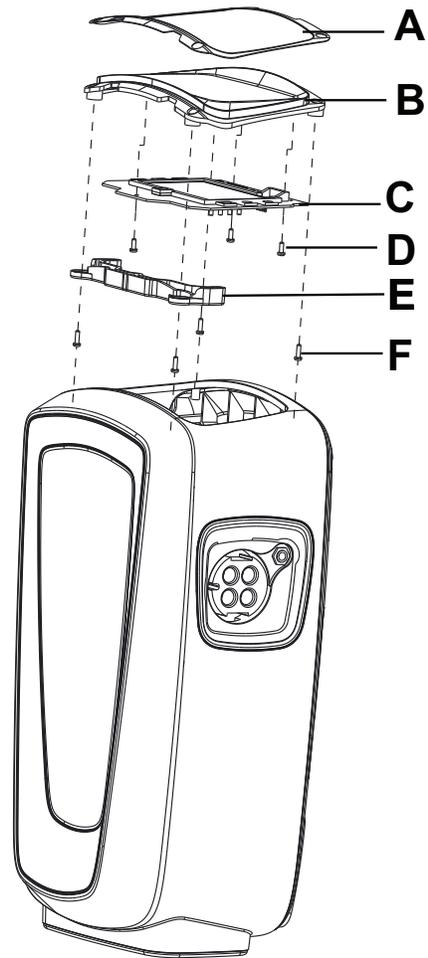

Figure 16 – Ensemble de PCB
10. À l'aide d'un tournevis cruciforme n° 2, retirer les trois vis (D) qui fixent la carte à l'ensemble de PCB (B et C) à l'écran (A) (Figure 16). Conserver les vis.